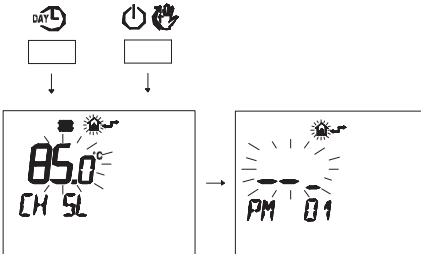

Figura 5.56
- Premendo il tasto 14 (Figura 5.36) si ottiene la conferma del valore inserito. Sul display appare per 3 sec. la scritta "Ok" (Figura 5.56), per poi visualizzare la lista dei parametri (Figura 5.39).
- Premere contemporaneamente i pulsanti **DAY L** e **ON/OFF** per entrare nella programmazione trasparente (Figura 5.56).